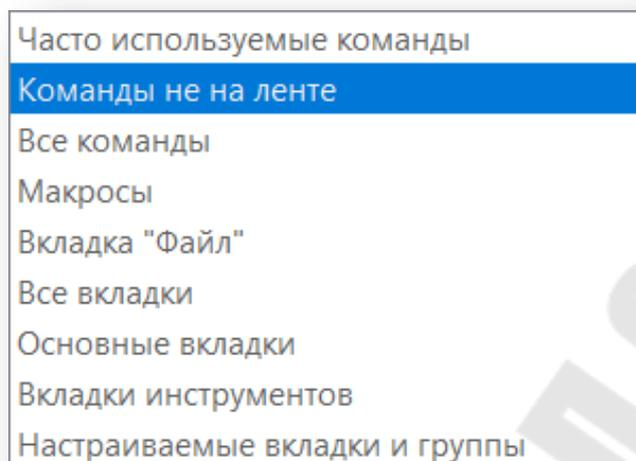

Рис. 2.40. Параметры *Project*
d. В левом столбце нажмите стрелку под *Выбрать команды:*, а затем выберите *Команды не на ленте* (рисунок 2.40).